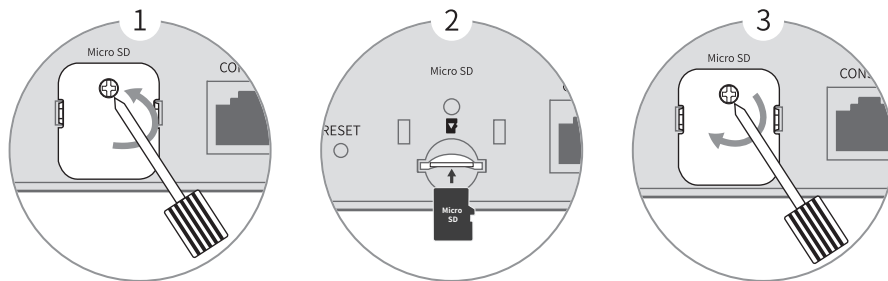

图3-4 Micro SD卡和防盗板示意图
2. 防火墙原装电源线连接防火墙与电源插座，如图3-4所示。